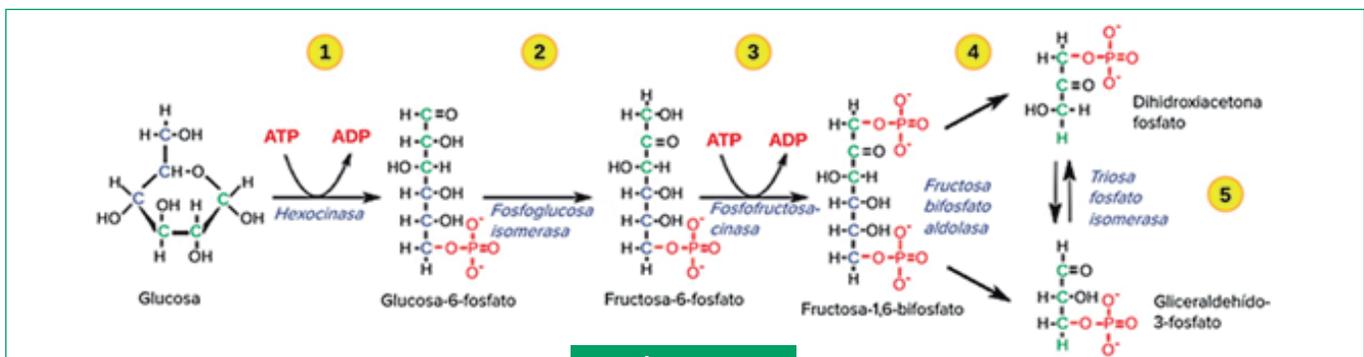
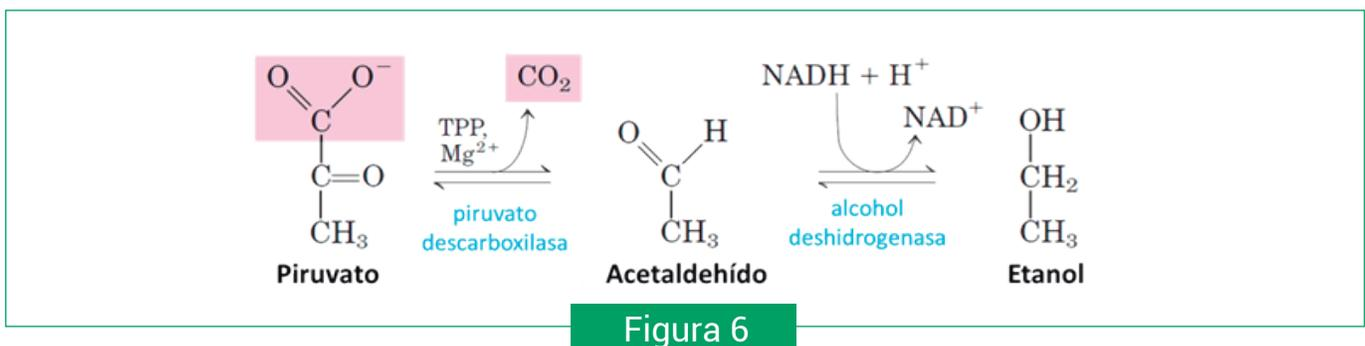

Figura 2
Figura 6
- **Fase preparatoria:** en esta fase hay un gasto **energético (2 ATP)**. En esta etapa **la glucosa** se convierte en **fructosa 1,6-bifosfato** en tres etapas: una **fosforilación**, una **isomerización** y una **segunda reacción de fosforilación**. Para ambas fosforilaciones, el ATP es el donante del grupo fosforilo (Berg et al., 2006). La fase preparatoria se completa con **la escisión (ruptura) de la fructosa 1,6-bifosfato** en dos moléculas de **tres carbonos: dihidroxiacetona fosfato y gliceraldehído-3-fosfato (triosas fosfato)**. Solo el gliceraldehído-3-fosfato **continúa** en los siguientes pasos y la dihidroxiacetona fosfato **es isomerizada** en una segunda molécula de gliceraldehído-3-fosfato (Nelson & Cox, 2004) (**Figura 2**).
- **Fermentación alcohólica:** este tipo de fermentación es llevada a cabo por levaduras y otros microorganismos, donde el **piruvato es convertido en etanol** y **CO₂** en un proceso de dos etapas. El primer paso es la **descarboxilación del piruvato**. Esta reacción es catalizada por **piruvato descarboxilasa**. El segundo paso es la reducción de **acetaldehído a etanol** por el NADH, en una reacción catalizada por la **alcohol deshidrogenasa**, regenerando así el NAD⁺ (Nelson & Cox, 2004) (Figura 6).
Para realizar esta actividad revisa de la figura 2 a la figura 6, y lee nuevamente el contenido de esta guía. Con esta actividad podrás repasar la ruta de la glucólisis y el destino del piruvato en condiciones anaeróbicas.